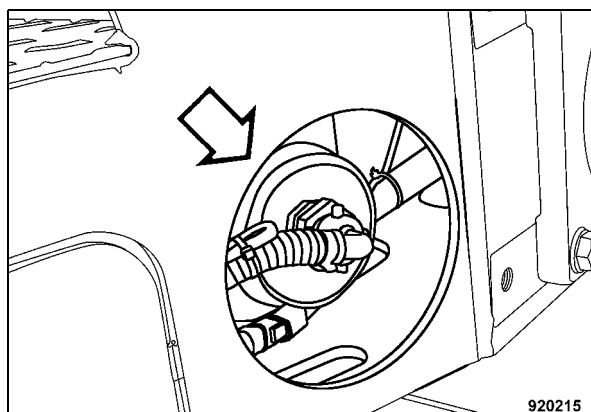

Fig. 149
- Svitare la tubazione flessibile del filtro dell'acqua (Fig. 149).